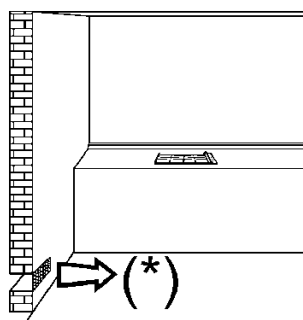
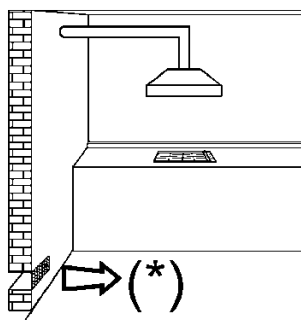

Рис. 3
Рис. 4
- Під час згоряння газу виділяється тепло і вологість. Тому в приміщенні необхідно забезпечити хорошу циркуляцію повітря, не загороджувати отвори для природної вентиляції (рис. 3) і ввімкнути витяжку (витяжний ковпак або електричний вентилятор, рис. 4 і 5).